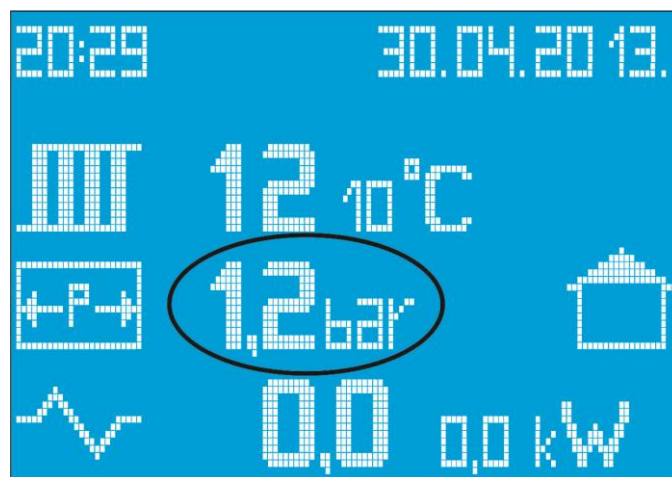

Figure 5: Écran avec la pression affichée
- Purger la chaudière par la vanne de purge (fig. 5 et fig. 6).